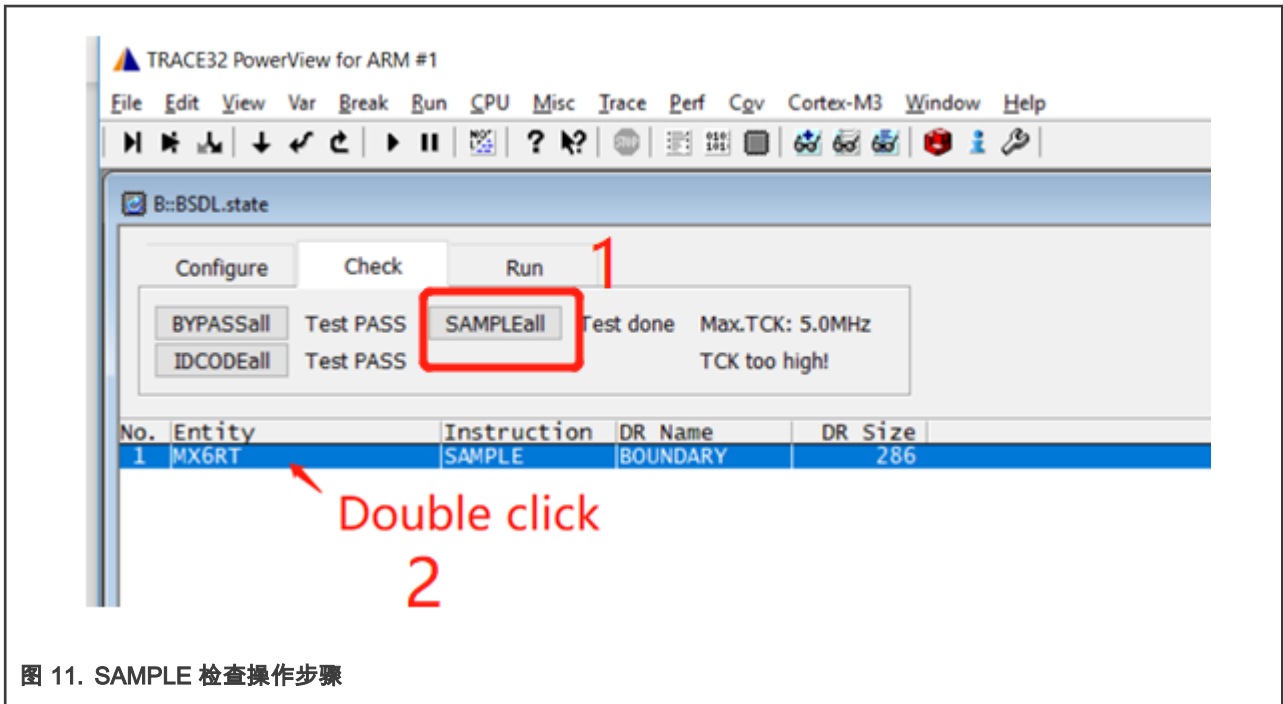

图 11. SAMPLE 检查操作步骤
7. 然后点击 **SAMPLEall** 选项，这时由于 Test done 所以不会有任何提示出现。请双击下面的文件名位置，BSDL.SET 窗口会自动弹出。图 11 是 SAMPLE 操作步骤。